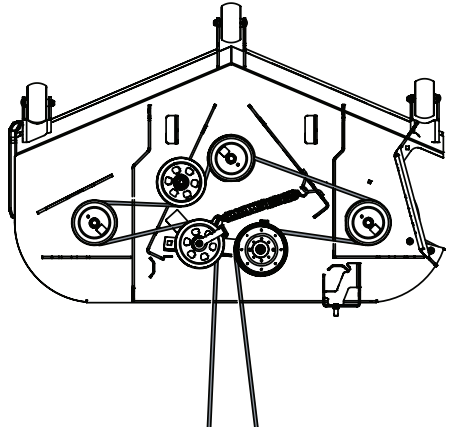

Figure 51
8. Placez la courroie comme indiqué à la Figure 51, puis serrez la quincaillerie du bras de renvoi.